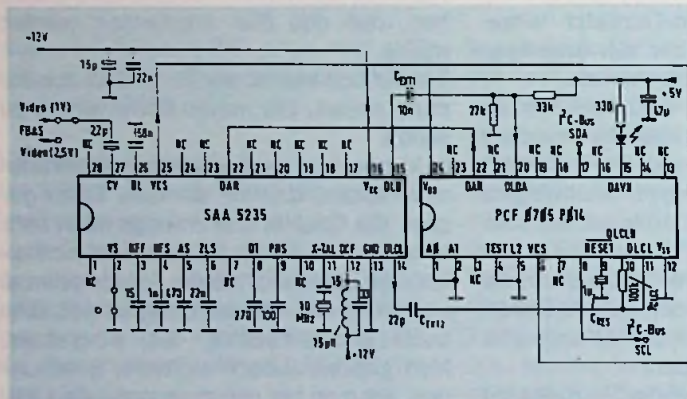

Bild 1: VPS-Datenzeilenempfänger
1. Der Datenzeilen-Slicer SAA 5235 nach Bild 1 trennt die VPS-Daten vom Videosignal und regeneriert den Datenzeilentakt. Dieser wird zur Auswertung der biphascodierten Signale im Decoder benötigt und als SCL-Signal an diesen weitergegeben.